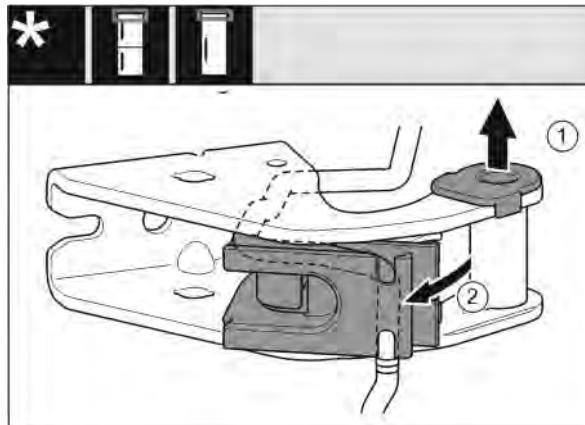

Fig. 21
- Опорную втулку вытяните из направляющей. Fig. 21 (1)
- Отведите держатель кабеля в сторону. Fig. 21 (2)